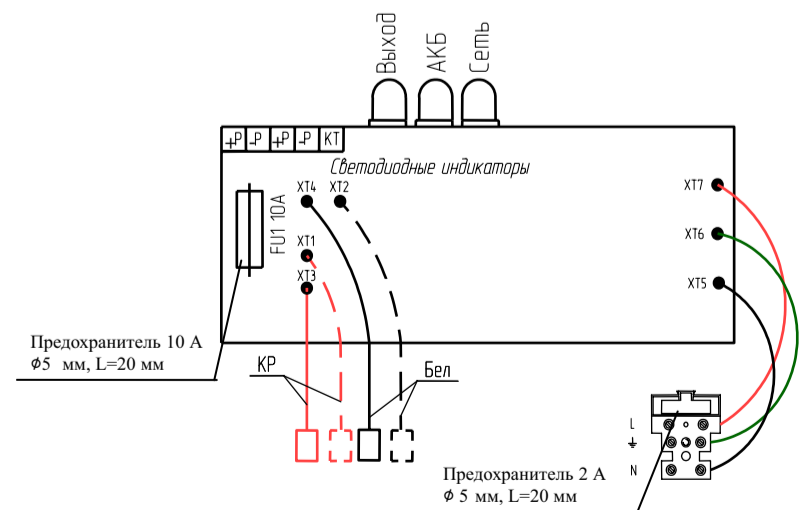

Рисунок 2 – Плата бокса
6.4 Подключение соединений производить в следующей последовательности (см. рисунок 2):
- в) подать на бокс сетевое напряжение 230 В частотой 50 Гц, при этом должен засветиться зеленым цветом индикатор **СЕТЬ**. Если индикатор **СЕТЬ** не засветился, проверить наличие сетевого напряжения на клеммах L и N сетевой колодки и исправность предохранителя 2 А (см. рисунок 2) и, при необходимости, заменить его;
Если индикатор «**ВЫХОД**» погас, то необходимо заменить предохранитель 10 А (см. рисунок 2).
в) отсоединить провода от всех клемм «+P». Индикаторы **АКБ** и **ВЫХОД** должны светиться. Если индикатор **ВЫХОД** погас, необходимо заменить предохранитель FU1 10 А (см. рисунок 2);